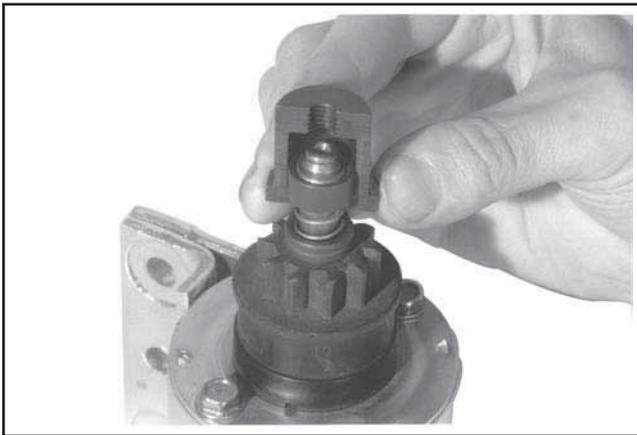

Figure 8-38. Montage de la moitié interne la plus large autour du dispositif de fixation du ressort.
5. Assembler les moitiés intérieures en plaçant la cavité la plus grande autour du dispositif de fixation du ressort. Voir la Figure 8-38. Glisser le collier sur les moitiés et visser la vis centrale tant qu'on perçoit une résistance.